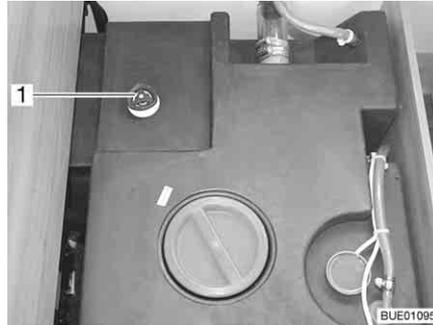

Fig. 221 Depósito de agua con tirador giratorio
- Girar el tirador giratorio (Fig. 221,1) sobre el depósito de agua en sentido de las agujas del reloj, hasta el tope.
- Girar el tirador giratorio (Fig. 221,1) sobre el depósito de agua en sentido contrario a las agujas del reloj, hasta sentir resistencia. El agua se saldrá hasta 60 litros.